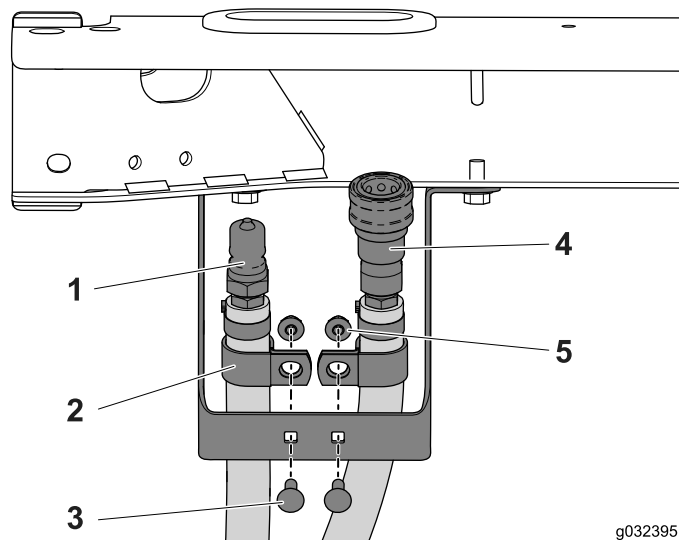

Figure 18
3. Placez un collier en R autour de chacun des flexibles (Figure 18).
4. Fixez le collier en R et le flexible sur le support à l'aide des 2 boulons de carrosserie (1/4" x 3/4") et écrous à embase (Figure 18).